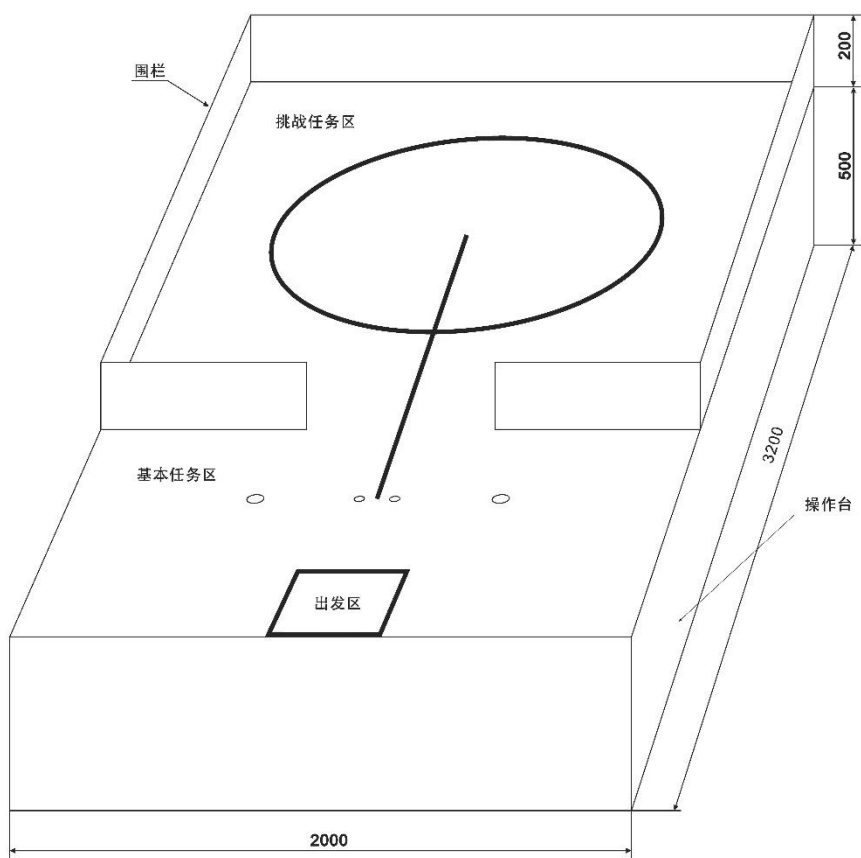

图 2 场地侧视示意图
1.2 场地被布置在一个高约 500mm 的操作台上，挑战任务区围栏的高度约为 200mm ，如图2所示。亦可将地图直接置于平整的地面作为展示场地。
待分拣物品为若干个圆球，直径约 40mm，重量在 4g 至 10g 之间，颜色为红色（参考色值 C0 M100 Y100 K0）和绿色（参考色值 C100 M0 Y100 K0），材质为 EVA。待分拣物品被摆放在任务区（如图 2 所示），具体位置以现场公布为准。
3.2 基本任务区内放置物品收纳桶，其位置如图 2 所示，外观颜色为蓝色（参考色值 C100 M60 Y0 K0）。